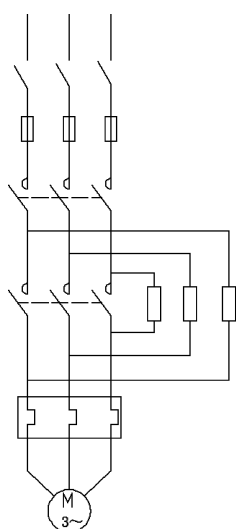

图 6-104 插入
(13) 单击“默认”选项卡“块”面板中的“插入”按钮, 插入 QS 图块到竖线上端点, 并复制到其他两个端点, 如图 6-104 所示。